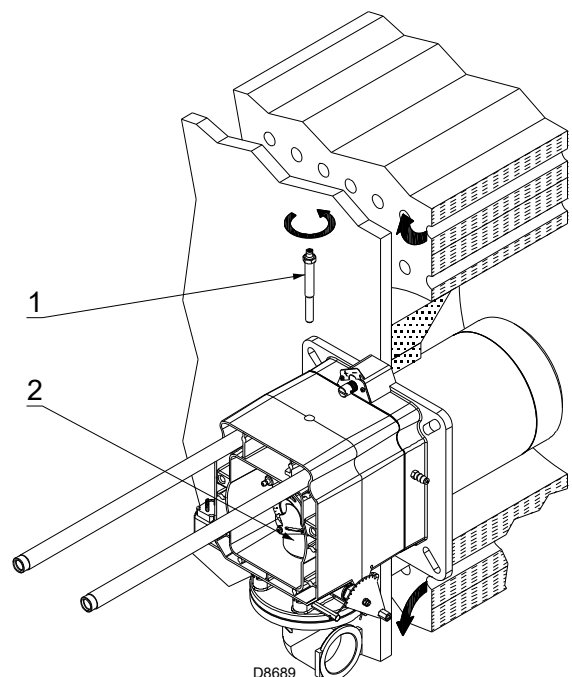

Fig. 12
- sacar el tornillo 1)(Fig. 12);
- extraer la parte interna 2)(Fig. 12) del cabezal y regularlo.
En este punto de la instalación el cabezal de combustión debe estar fijado a la caldera como se muestra en la Fig. 12, pág. 15.